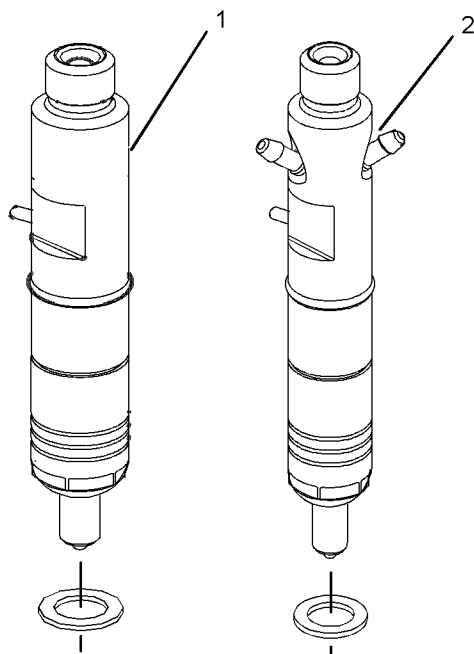

Abbildung 35
Das Kraftstoffeinspritzelement (1) in der Abbildung 35 hat keinen Kraftstoff-Rücklauf. Das Kraftstoffeinspritzelement (2) weist einen Kraftstoff-Rücklauf auf.